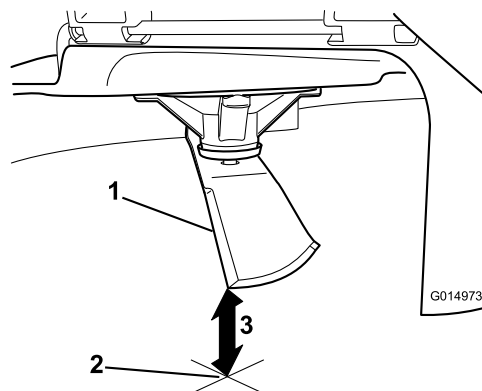

Figura 98
5. Mida desde la punta de la cuchilla hasta la superficie plana (**Figura 98**).